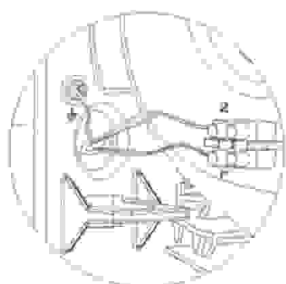

Fig. 8
4. Podłącz przewód zerowy i fazowy (N, L) do kostki a kabel A/V do śruby połączenia uziemiającego (Klasa I) (patrz Rys. 8).